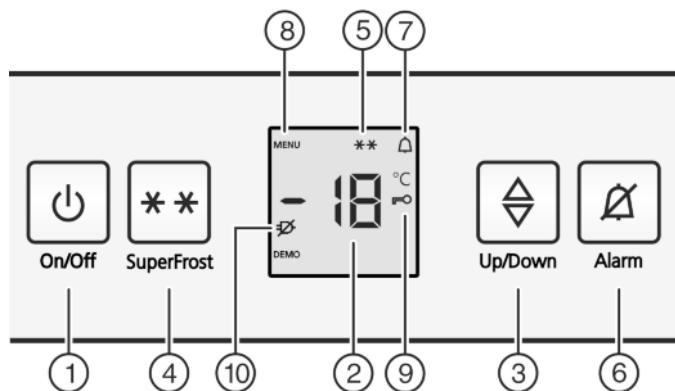

Fig. 2
- Вместе с индикацией температуры мигает символ «SuperFrost» Fig. 2 (5).\*
- Нажать кнопку On/Off Fig. 2 (1).
- Активация режима настройки: Нажмите кнопку SuperFrost Fig. 2 (4) и удерживайте ее прим. 5 секунд.
- На индикаторе будет отображаться символ «Меню» Fig. 2 (8).
- Для подтверждения нажать и отпустить кнопку «SuperFrost» Fig. 2 (4).
- На индикаторе горит символ «Защита от детей» Fig. 2 (9).
- нажмите и отпустите кнопку "On/Off" Fig. 2 (1).
- Символ «Защита от детей» Fig. 2 (9) гаснет.
- Нажмите кнопку Alarm Fig. 2 (6).
Одновременно мигает индикация температуры и символ тревоги Fig. 2 (7).
Звуковой сигнал выключается автоматически, символ аварийного сигнала Fig. 2 (7) выключается и индикатор температуры перестает мигать, если температура снова становится достаточно низкой.